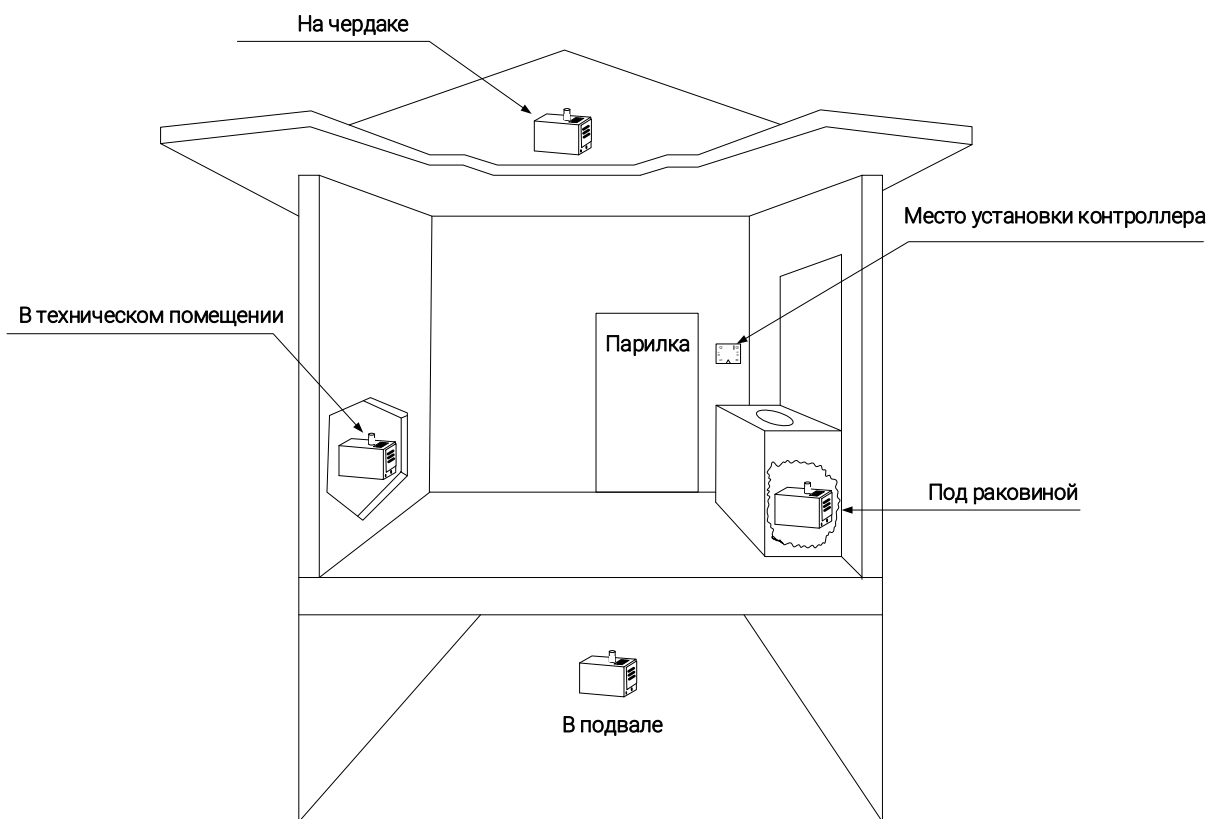

Рис. 1 – Рекомендации по установке парогенератора
2. Парогенератор должен быть установлен в сухом, хорошо проветриваемом месте, вы можете установить парогенератор под раковиной, в техническом помещении, на чердаке или в подвале. (См. рис.1)
Парогенератор следует установить в таком месте, где его удобно обслуживать, см. рекомендации по установке (рис. 1).
Длина паровой трубы не должна превышать 6 м, если по каким-либо причинам труба должна быть длиннее, ее необходимо теплоизолировать (см. рис. 1).